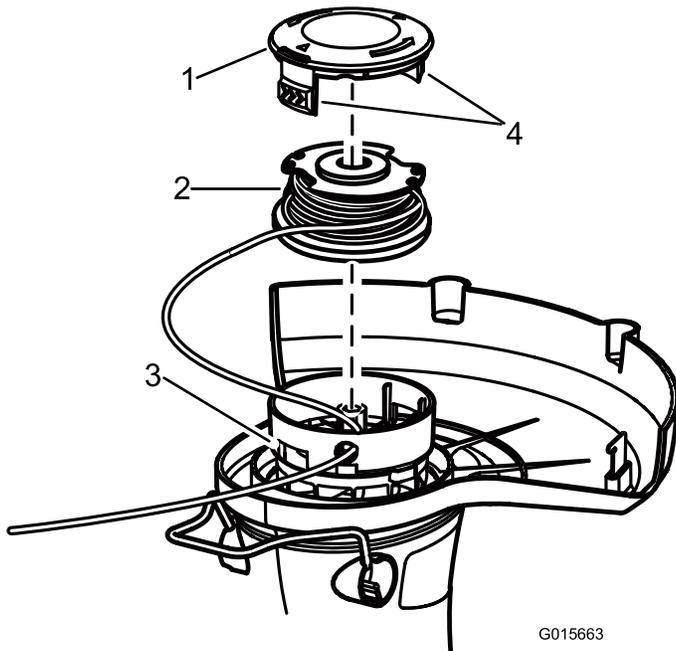

Figura 18
2. Presione las pestañas laterales del retén del carrete (Figura 18).
2. Retire el carrete. Ver Cambio del carrete (Figura 18).